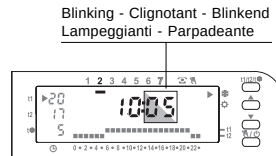

Fig. 21
- Change the hour (if necessary) by pressing the ☉/Day button. Press **OK** to confirm, even if no change is made: hour digits fixed, minute digits blinking (fig. 21).
- Modifier l'heure (si besoin est) en appuyant sur la touche ☉/Day. Dans tous les cas, confirmer en appuyant sur la touche **OK**: les chiffres de l'heure sont fixes et ceux des minutes clignotent (fig. 21).
- Verstellen Sie die Stunde (sofern erforderlich), indem Sie die Taste ☉/Day drücken. Bestätigen Sie auf jeden Fall durch die Betätigung der Taste **OK**: die Zahlen der Stunde leuchten durchgehend, jene der Minuten blinken (Abb. 21).
- Modificare l'ora (se occorre) premendo il tasto /Day. In ogni caso confermare premendo il tasto **OK**: digit dell'ora fissi, lampeggeranno i digit dei minuti (fig. 21).
- Para modificar la hora (si se requiere) hay que presionar la tecla **⌚/Day**. En todo caso confirmar presionando la tecla **OK**. Los dígitos de la hora quedan fijos y empiezan a parpadear los de los minutos (fig. 21).